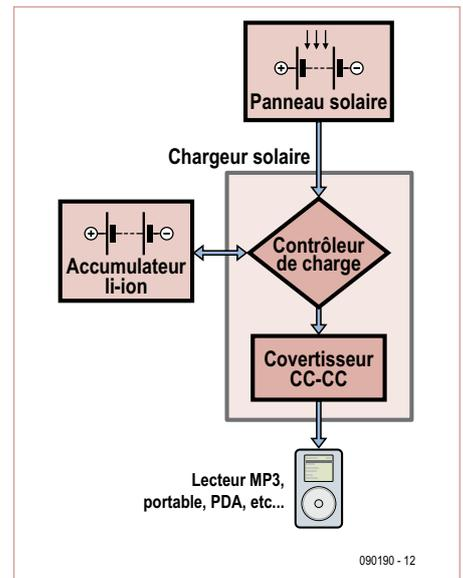
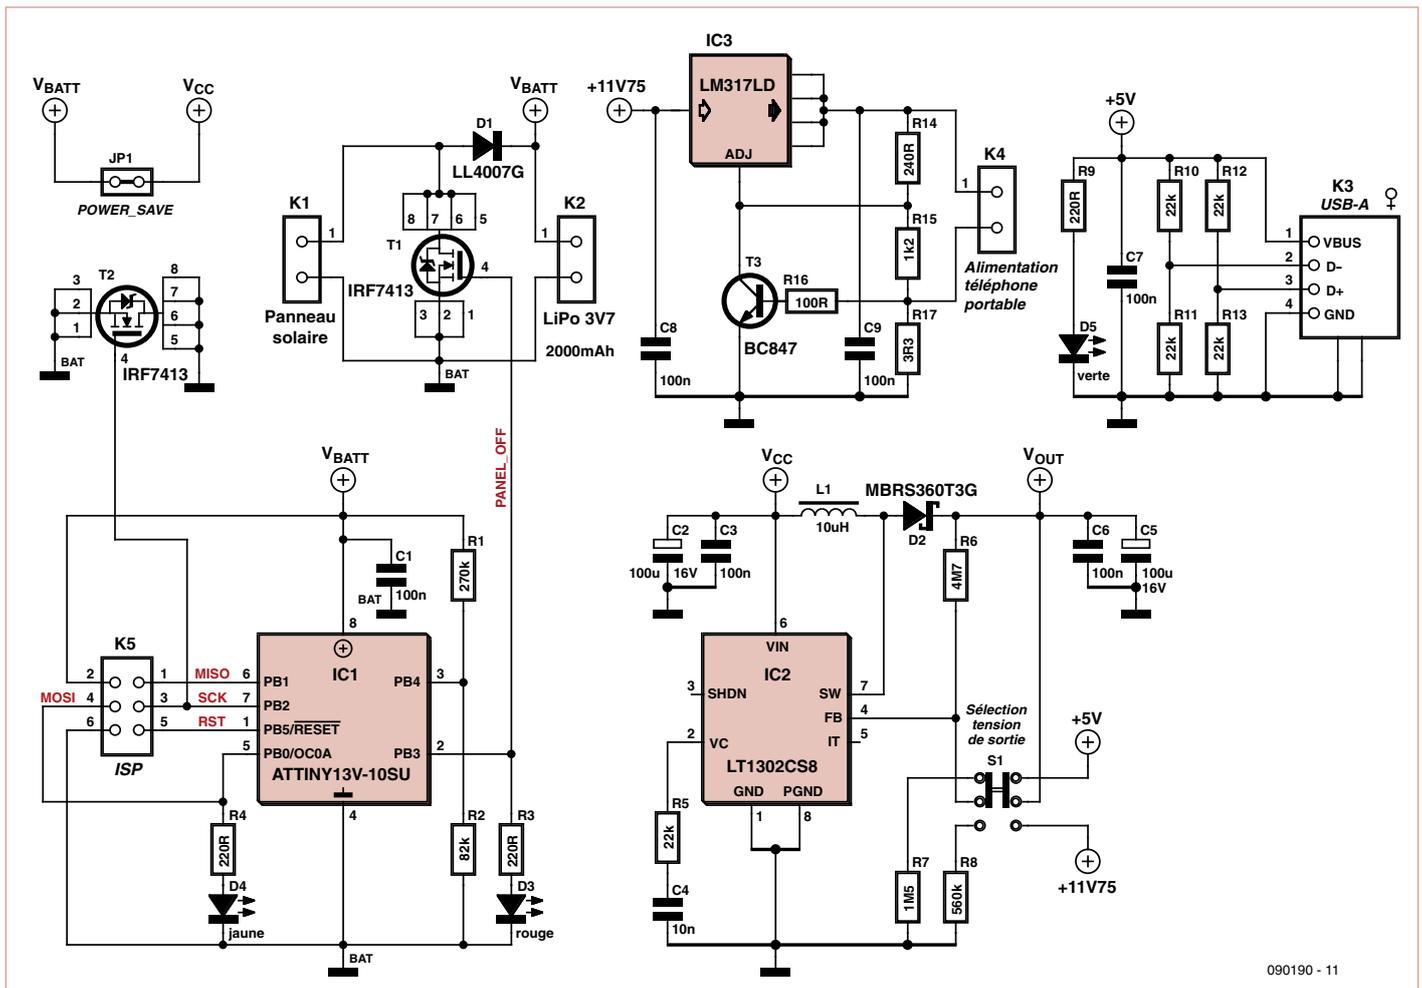

Figure 1. Principe de fonctionnement du chargeur solaire. Le courant provenant du panneau solaire est stocké dans un accumulateur Li-ion.
Figure 2. Circuit du chargeur solaire. Un microcontrôleur ATtiny surveille la charge et la décharge de l'accumulateur tampon.
1) Le régulateur de charge pour l’accumulateur lithium-ion et un convertisseur DC/DC qui augmente la tension de l’accu (entre 3,0 et 4,15 V) à une valeur plus élevée et constante (**figure 1**). 2) La partie maîtresse du circuit dans la **figure 2** est un microcontrôleur ATtiny13 d’Atmel qui surveille la tension de la pile et commande en conséquence la cellule photovoltaïque et la sortie.